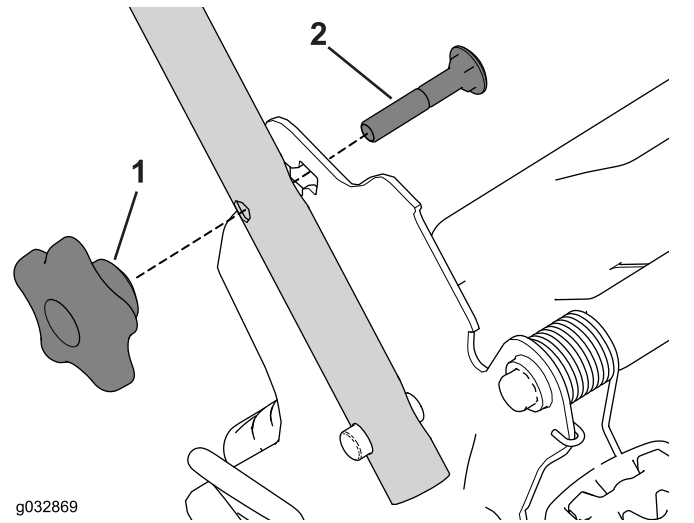

Bild 26
1. Entfernen Sie die 2 Griffhandräder sowie die 2 Schlossschrauben von den Handgriffhalterungen (**Bild 26**) und heben Sie sie auf.